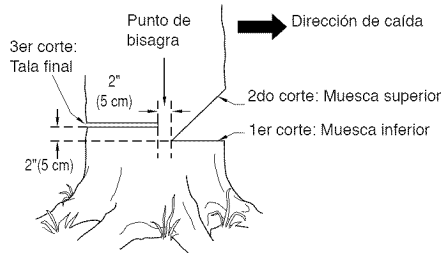

Figura 10 - Tala de un árbol
1. Haga el corte inferior de la muesca tan cerca del suelo como sea posible. Sujete la sierra de modo que la barra de guía se encuentre en posición horizontal. Corte a través del tronco del árbol hasta atravesar 1/3 de su diámetro (vea la Figura 10). **Nota:** Haga siempre este corte inferior horizontal en primer lugar. Si la hace en segundo lugar, el árbol puede presionar la cadena o la barra de guía.
Por ejemplo: Si el corte inferior tiene una profundidad de 20 cm, comience el corte superior 20 cm por encima de aquél. Corte en dirección hacia abajo y a un ángulo de 45°. El corte superior de la muesca debe llegar y unirse al punto final del corte inferior (vea la Figura 10).
1. Haga el corte de tala final 5 cm por encima del corte inferior de la muesca y sobre el lado opuesto del árbol (vea la Figura 10). Mantenga el corte de tala final paralelo al corte inferior de la muesca.
⚠ ADVERTENCIA: No atraviese el árbol completamente. Deje alrededor de cinco centímetros de diámetro sin cortar, directamente detrás de la muesca (vea la Figura 10). Esta porción sin cortar funciona a manera de bisagra. La bisagra ayuda a evitar que el árbol se tuerza y caiga en la dirección equivocada.